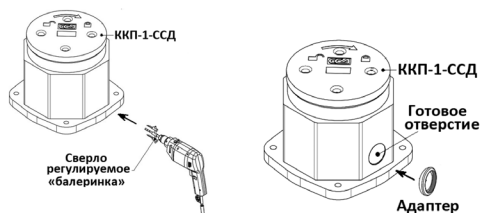

Рисунок 17 – Сверление отверстия для адаптера гладкой трубы
9.2.6 Отверстия для адаптеров гладких труб в монтажных площадках колодца сверлятся (рисунок 17) также как и для адаптеров труб ССД-Пайп.